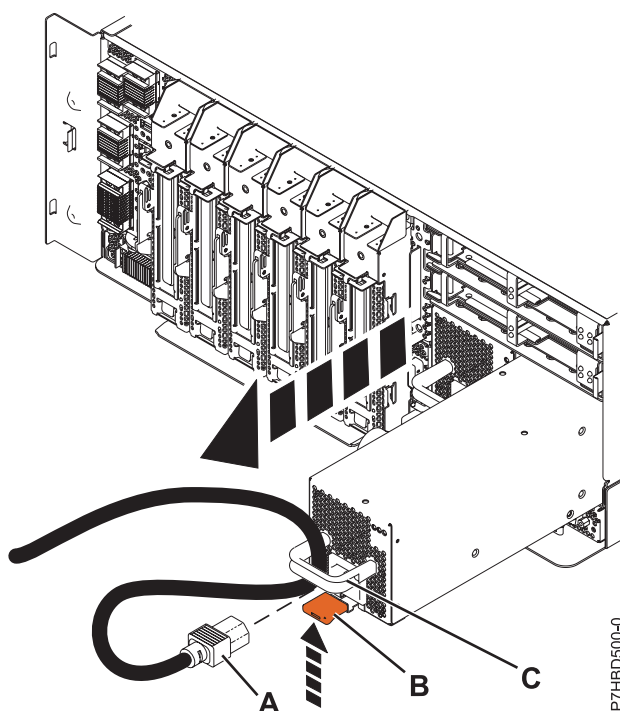

Figura 1. Extracción de la fuente de alimentación
7. Levante la pestaña (B) hacia el retén de cable de alimentación (C) para soltar la fuente de alimentación.
8. Desconecte el cable de alimentación (A).
9. Extraiga la fuente de alimentación del sistema, como se muestra en la Figura 1.